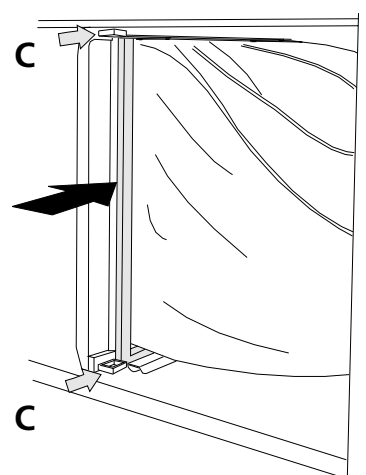

Fig 8
- Tryk håndtagene ind (C i Fig 8) ved filterfastgørelsens over- og underkant, så den excentrisk styrede liste lukkes.